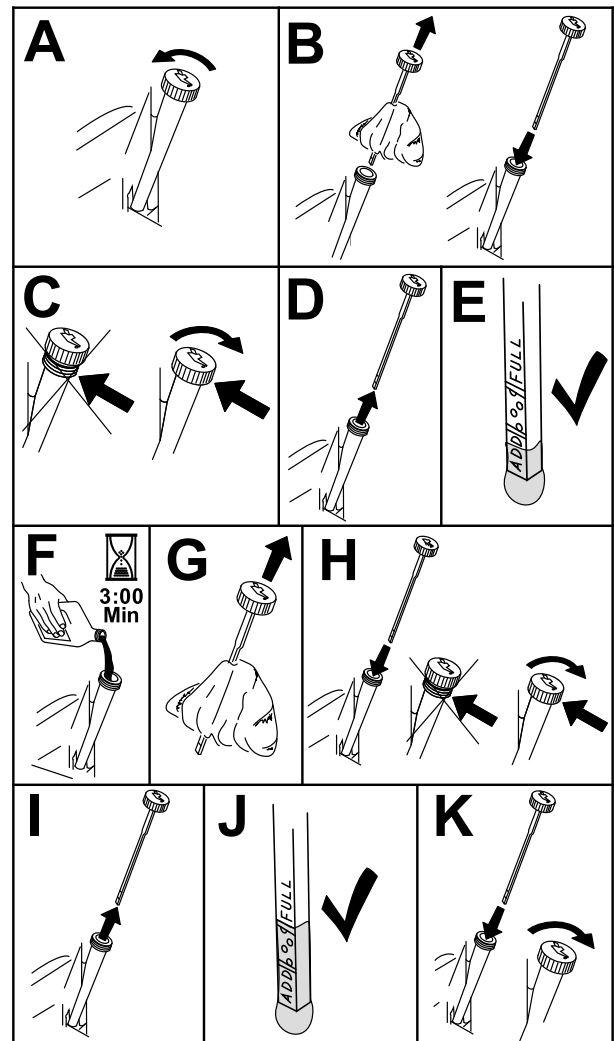

Bild 39
3. Reinigen Sie den Bereich um den Öfüllstutzendeckel bzw. den Peilstab vor dem Abnehmen, damit kein Schmutz oder Schnittgut usw. in den Motor gelangt (Bild 39).